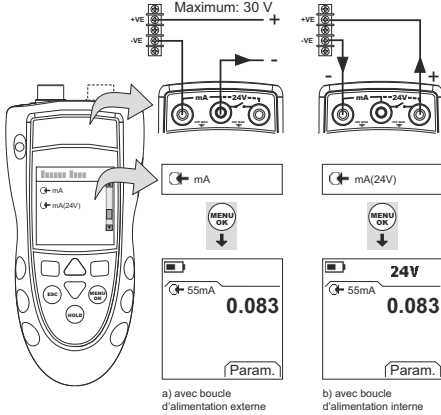

Figure 7 : Exemple de configuration - Mesure de courant (mA)
1. Raccorder l'instrument (Figure 7) et, si nécessaire, régler la Configuration (Tableau 1).
1. DPI802/802P seulement. Raccorder l'instrument à l'équipement d'étalonnage (Figure 7).